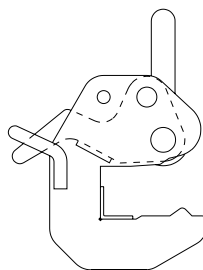

Fig. 19.2
1. Ouvrir le levier de sécurité au maximum (fig. 19.2).